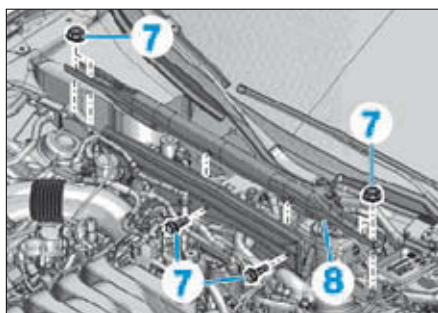

FIG. 81
- les vis (7) de la barre antirapprochement (Fig.81),
- la barre antirapprochement (8) (selon équipement),